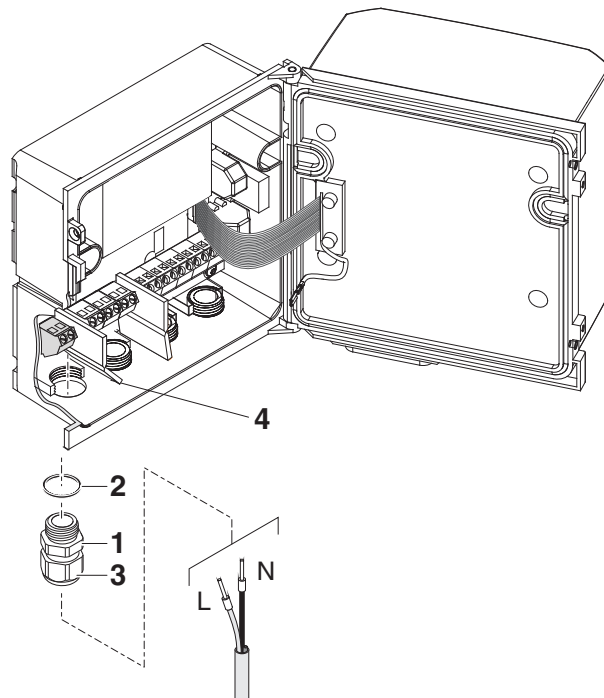

fig. 3-18 Introduction des câbles
- 2 Visser un passe-câbles à vis (pos. 1 fig. 3-18) avec sa bague d'étanchéité (pos. 2) dans le boîtier au-dessous de la connexion correspondante.
- 3 Desserrer l'écrou de serrage (pos. 3).
- 6 Serrer l'écrou de serrage (pos. 3).